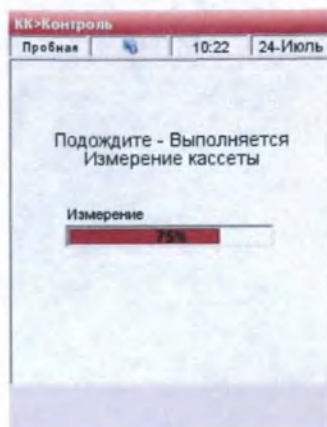

Рис.4-22 Измерения контроля качества
- Образец КК аспирируется в кассету, затем начинается измерение (Рис.4-22). В это время Индикатор состояния начинает мигать зеленым, указывая на то, что крышка не должна открываться.